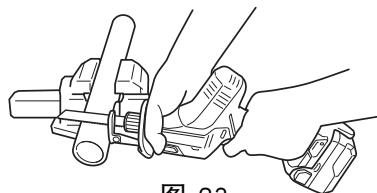

图 23
(1) 在作业前牢牢固定工件。（图 23）
(2) 在切锯金属材料时，请使用适当的机油（涡轮油等）。未使用液体机油时，请给工件涂上润滑油。